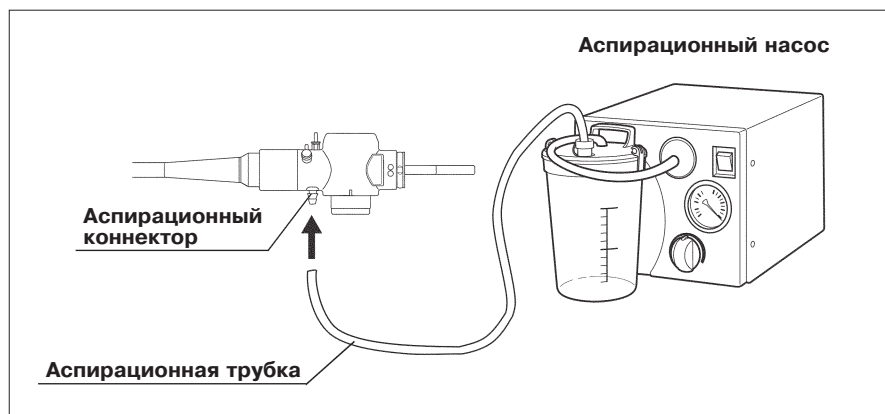

Рис. 3.15
8. Присоедините аспирационную трубку от насоса к аспирационному коннектору на коннекторе эндоскопа (см. рис. 3.15).